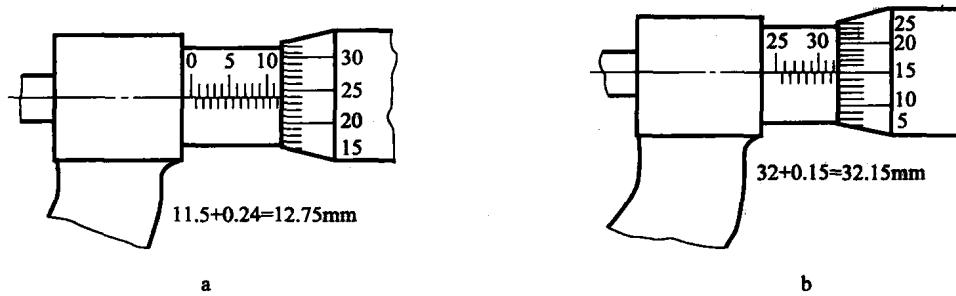

图 1-13 外径千分尺的读数
(2) 外径千分尺的使用方法：先检查其零位是否校准，读数时，先以微分筒的端面为准线，读出固定套管下刻度线的分度值（只读出以毫米为单位的整数），再以固定套管上的水平横线作为读数准线，读出可动刻度上的分度值（图 1-13）。读数时，应估读到最小刻度的十分之一，即  $0.001\text{mm}$ 。如果微分筒的端面与固定刻度的下刻度线之间无上刻度线，测量结果即为下刻度线的数值加可动刻度的值；如果微分筒端面与下刻度线之间有一条上刻度线，测量结果应为下刻度线的数值加上  $0.5\text{mm}$ ，再加上可动刻度的值。对于存在零误差的千分尺，测量结果应等于读数减去零误差，即